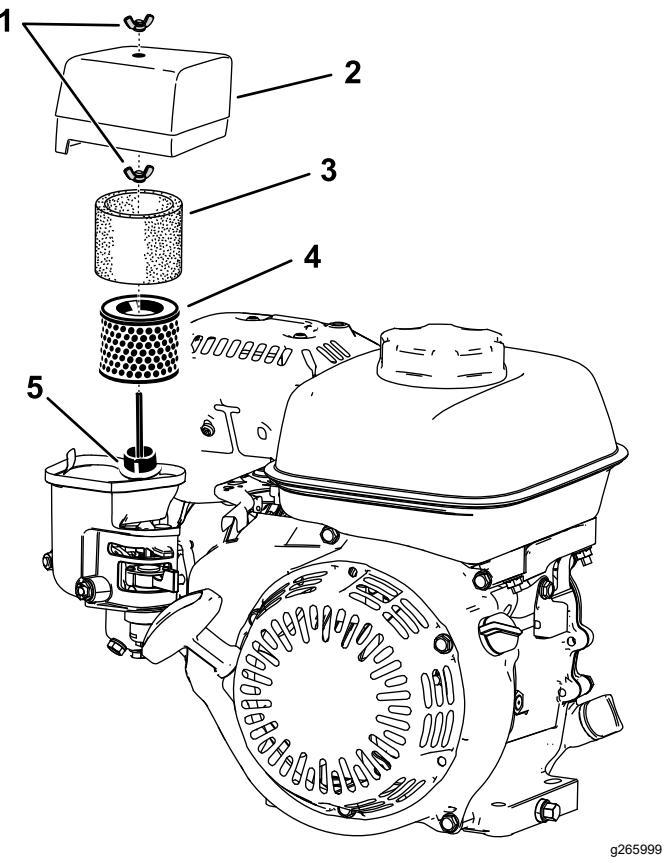

Figure 31
2. Retirez l'écrou à oreilles qui fixe le couvercle du filtre à air (Figure 31).